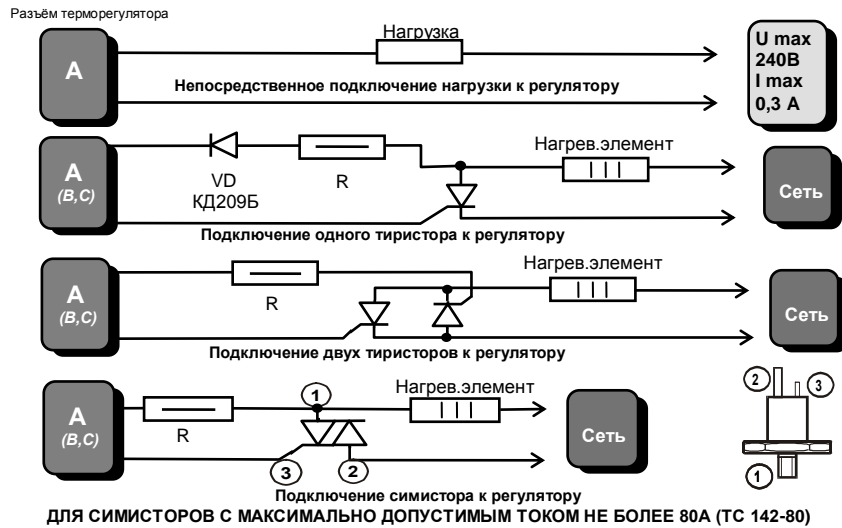

Рис.2. Схемы подключения регулятора ТП720
- 6.7. Нагрузку или внешний тиристорный (симисторный) преобразователь подключите в соответствии с рис.2.